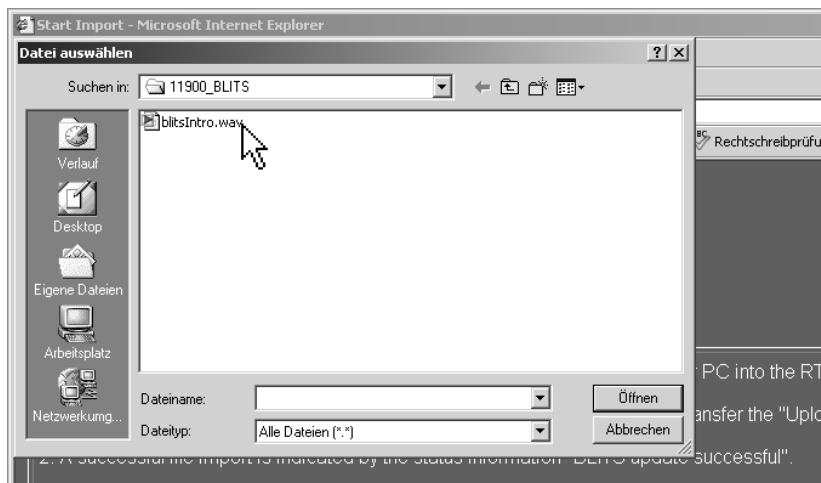

Bild 8-27: Dialog zum Auswählen der Intro-Datei (z. B. „blitsIntro.wav“)
4. Wählen Sie über den jetzt angezeigten Dialog das Verzeichnis (z. B.: „C:\11900_BLITS“) aus, in dem Sie die Intro-Datei, z. B. „blitsIntro.wav“ abgelegt haben. Klicken Sie Ihre Datei an und klicken Sie anschließend auf „Öffnen“ (siehe Bild 8-27).